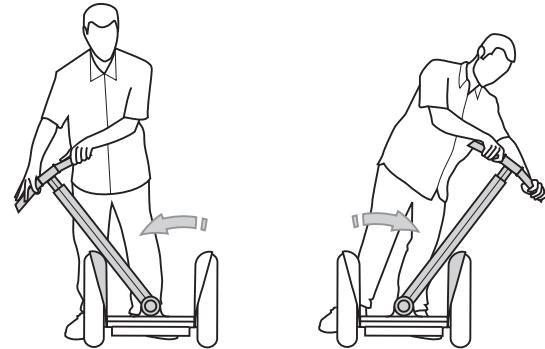

图 7. 确保倾斜操纵架返回到直立位置
7. 关闭 Segway PT 的电源 (关闭), 将倾斜操纵架分别向左右倾斜到底, 直至碰到两边的挡泥板, 并确保倾斜操纵架返回到直立位置。请参见图 7。如果倾斜操纵架未返回到直立位置, 请松开免工具释放杆并返回步骤 2。